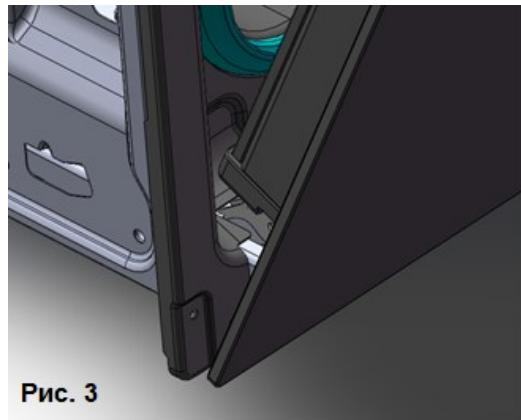
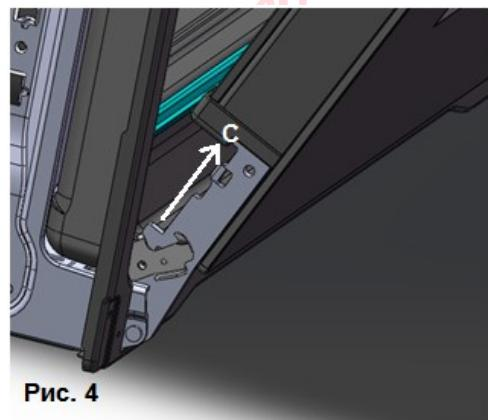

Рис. 3
Рис. 4
- Переведите дверцу в положение, как показано на рис. 3.
- Аккуратно закрывайте дверцу (рис.3), пока фиксаторы А правой и левой петли не сцепятся с деталью В дверцы (рис. 4).
- Вытащите крючки петель из мест их положения по стрелке С (рис. 4).